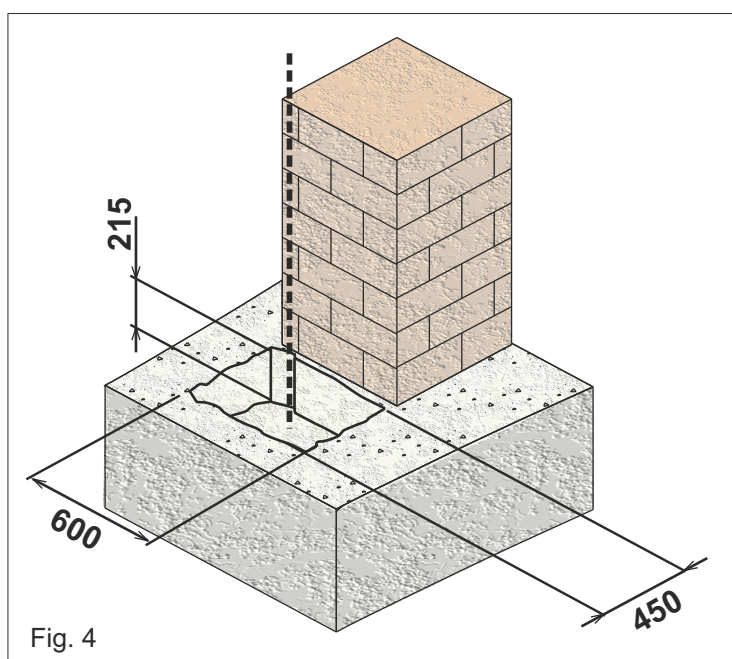

Fig. 4
- 2.1. Preparar, según las medidas que se muestran en la Fig. 4, una excavación de hormigón en el cuyo interior se tapiará la caja de fundación